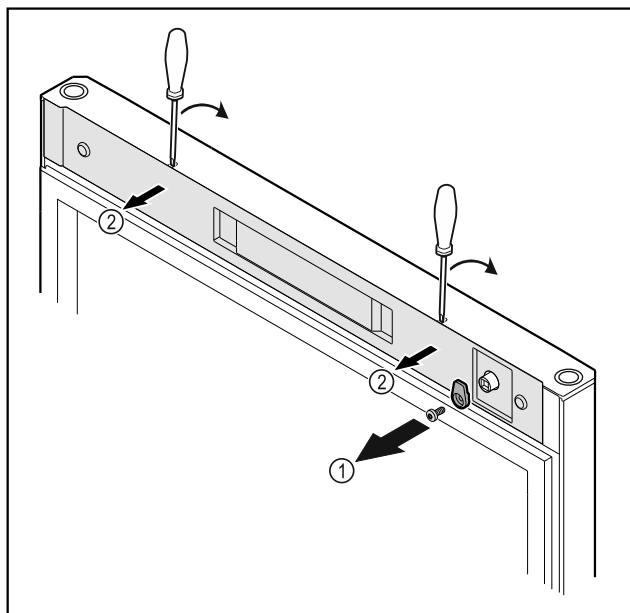

Fig. 10
- Atsukite uždarymo kabliuką Fig. 10 (1).
- Atfiksukite dengiamąją plokštelę Fig. 10 (2) mažu atsuktuvu ir nuimkite.